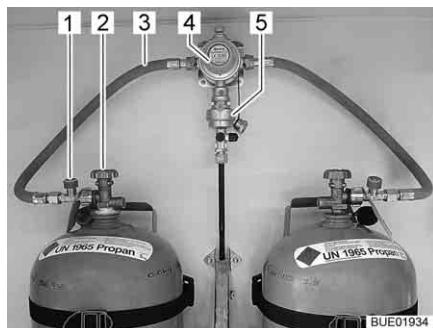
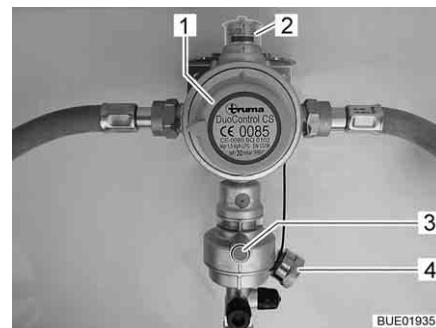

Fig. 102 Bombole del gas con DuoControl
Fig. 103 Impianto di regolazione DuoControl
L'impianto di regolazione DuoControl consiste in una valvola di commutazione (Fig. 102,4) e un sensore crash (Fig. 102,5). L'impianto di regolazione DuoControl è installato tra i tubi flessibili del gas (Fig. 102,3) con un dispositivo antirottura del tubo flessibile (Fig. 102,1). Con la manopola (Fig. 103,1) sulla valvola di commutazione è possibile stabilire quale delle bombole del gas viene utilizzata come bombola in uso e quale come bombola di riserva.
Nella finestra di controllo (Fig. 103,2) viene visualizzato lo stato del rifornimento di gas:
Il funzionamento con una sola bombola del gas è consentito, ma in questi casi il collegamento aperto deve essere assolutamente chiuso con una copertura cieca (Fig. 103,4).
Il sensore crash blocca l'alimentazione del gas in caso di forti vibrazioni (es. incidente). Il sensore crash viene azionato mediante pressione del tasto reset verde (Fig. 103,3).
Il dispositivo antirottura del tubo flessibile (Fig. 102,1) blocca il flusso di gas quando il tubo flessibile collegato si rompe. Il dispositivo antirottura del tubo flessibile deve essere attivato premendo il tasto verde.
Tramite la centralina di controllo (Fig. 104) è possibile attivare e disattivare l'alimentazione del gas tramite l'impianto di regolazione DuoControl. Le valvole principali di arresto (Fig. 102,2) delle bombole del gas e i rubinetti di arresto del gas degli apparecchi devono essere aperti manualmente.
- Con la manopola (Fig. 103,1) sulla valvola di commutazione selezionare la bombola del gas, da cui proviene la principale alimentazione del gas (bombola in uso). Girare la manopola fino all'arresto.
- Aprire le valvole principali di arresto (Fig. 102,2) delle bombole del gas.
- Premere il tasto verde del dispositivo antirottura del tubo flessibile (Fig. 102,1). Nella finestra di controllo (Fig. 103,2) viene visualizzato il simbolo verde.
- Chiudere le valvole principali di arresto (Fig. 102,2) delle bombole del gas.
Se la spia di controllo verde (Fig. 104,6) si spegne durante il funzionamento e la spia di controllo rossa (Fig. 104,5) si accende, significa che la bombola in uso è vuota e deve essere sostituita. Nella finestra di controllo (Fig. 103,2) viene visualizzato il simbolo rosso. La bombola di riserva continua ad alimentare le utenze a gas.
- Ruotare di mezzo giro la manopola (Fig. 103,1) in direzione della bombola del gas utilizzata. In questo modo questa bombola del gas ora è la bombola in uso, mentre la bombola del gas vuota diventa la bombola di riserva. Il simbolo nella finestra di controllo (Fig. 103,2) passa da rosso a verde.
- Chiudere la valvola principale di arresto (Fig. 102,2) della bombola del gas vuota. Osservare la direzione della freccia.
- Premere il tasto verde del dispositivo antirottura del tubo flessibile (Fig. 102,1).